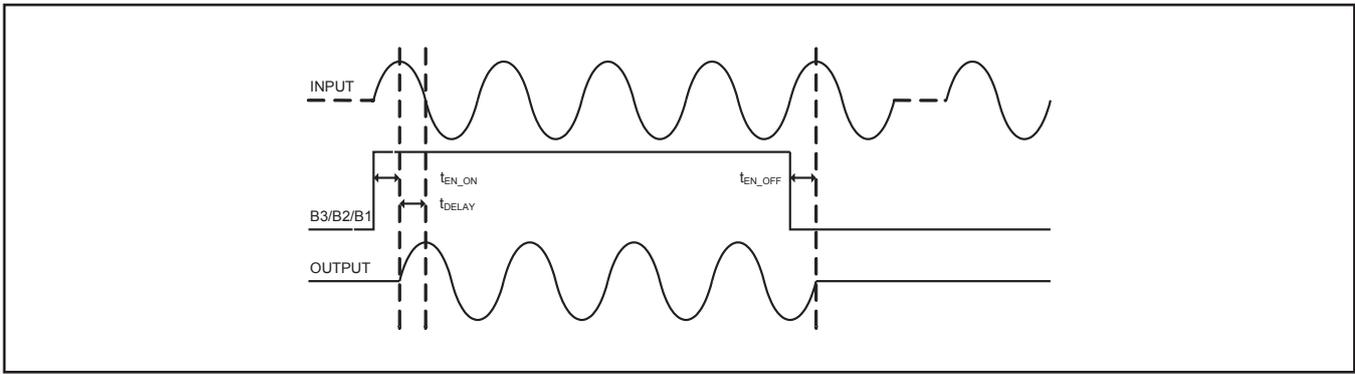

図 2. タイミング図
(1) 5MHz $1V_{\text{PP}}$ 、および5.01MHz $0.5V_{\text{PP}}$ 入力。
(2) PSMRは、電源ピンに1kHzおよび1MHzの50mVPPノイズを印加したときの搬送波5MHzと側波帯信号との比として定義されます。
(3) 図2のタイミング図を参照してください。